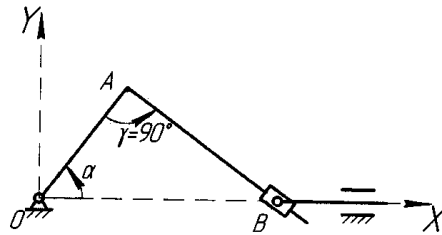

Рис. 2
2. Виконати структурний аналіз механізму, наведеного на рис. 2. Визначити клас механізму. Схематично побудувати плани швидкостей і прискорень механізму. Визначити всі величини, які можна розрахувати для заданого положення α ведучої ланки, якщо число оборотів ведучої ланки $n = 300$ об/хв, $\alpha = 30^\circ$ і $l_{OA} = 200$ мм.